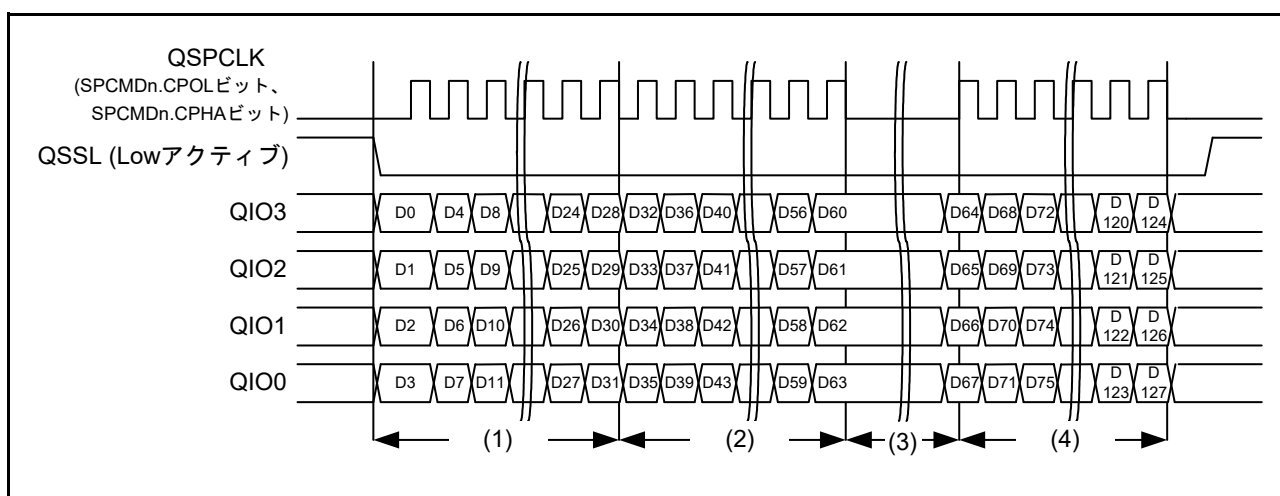

図 41.21 転送データ長を 128 ビットに設定したバースト転送の例 (Quad-SPI モード) (n = 0 ~ 3)
一つは SPCMDn.SPB[3:0] ビット (n = 0 ~ 3) と SPBMULn レジスタを用いる方法です。Single-SPI モードの場合と同様に SPCMDn.SPB[3:0] ビットを 8、16、32 ビットに設定し、SPBMULn レジスタを 1 ~ 4,294,967,296 に設定することにより、SPCMDn.SPB[3:0] ビットで設定した長さの転送を SPBMULn レジスタに設定した回数だけ連続的に繰り返す転送を実行します。ただし、ライト時に送信バッファ (SPTXB) に送信データがなくなるか、リード時に受信バッファ (SPRXB) に SPCMDn.SPB[3:0] ビットに設定したデータ長の空きがなくなった場合はクロックを停止して、転送の再開を待ちます。この方法は Dual/Quad-SPI モードで大量のデータを転送したいときに有効です。SPCMDn.SPB[3:0] ビットを 32 ビット設定、SPBMULn レジスタを 4 に設定し、トータルの転送データ長を 128 ビットに設定した場合の Quad-SPI のバースト転送例を図 41.21 に示します。図中 (1) ~ (4) の内容を以下に説明します。
- (1) 1 回目の 32 ビット転送です。
- (2) 2 回目の 32 ビット転送です。
- (3) 送信バッファに送信データがなくなったか受信バッファに 32 ビット分の空きがなくなったためにクロックを停止します。その間の QIO3 ~ QIO0 が出力の場合は直前の値を保持します。QIO3 ~ QIO0 が入力の場合は通信相手となるデバイスの出力によります。送信データが書き込まれるか受信バッファに空きができて転送再開の条件が整うと内部クロックにて送信データを出力します。
- (4) 3 回目と 4 回目の 32 ビット転送です。